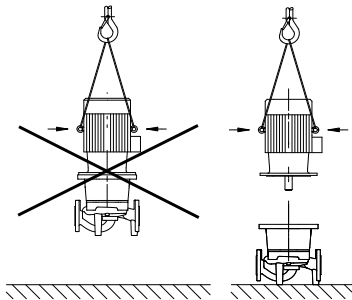

Fig. 4: Transporte do motor
- Os olhais de transporte no motor destinam-se apenas ao transporte do motor, mas não estão autorizados para a bomba na totalidade (fig. 4).